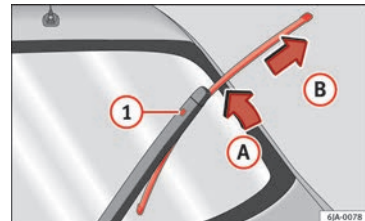

Fig. 70 Escobilla del limpiacristales.
- Retire el brazo del limpiacristales desde el cristal moviendo ligeramente la escobilla en el sentido del brazo – flecha (A) » fig. 70.
- Con la otra mano desbloquee el seguro ① y saque la escobilla en el sentido de la flecha (B).